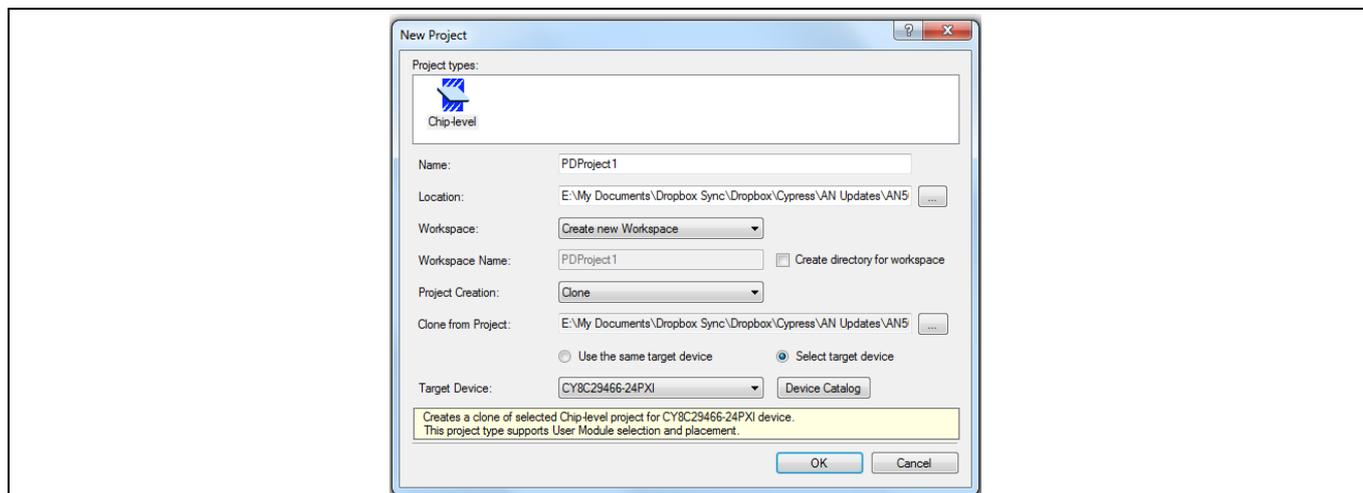

Figure 40 プロジェクトの移行
4. デバイスを選択した後、OK をクリックしてください。PSoC™ Designer は、プロジェクトを新しいデバイスへ移行します。(Figure 40 を参照。)